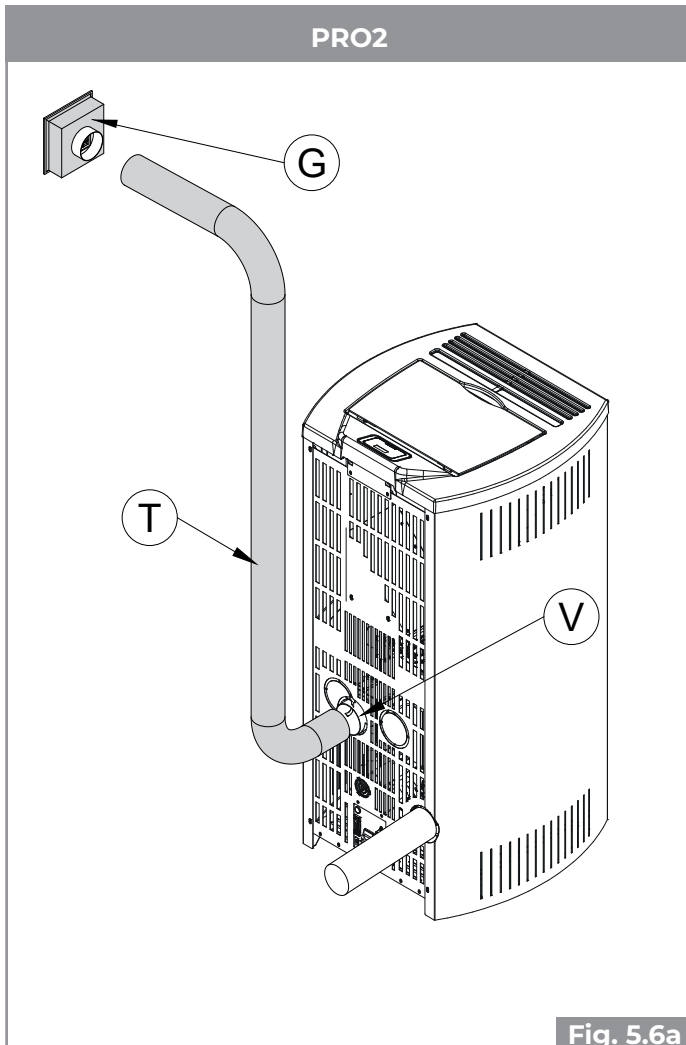

Fig. 5.6a
Para poder conectar la estufa a la instalación de calefacción canalizada es necesario conectar al ventilador trasero (V) un tubo con diámetro de 80 mm (T) de un lado y a la abertura de distribución del aire (G) de otro. Fijar con abrazadera de manguera con diámetro de 80 mm (**Fig. 5.6a-b**).